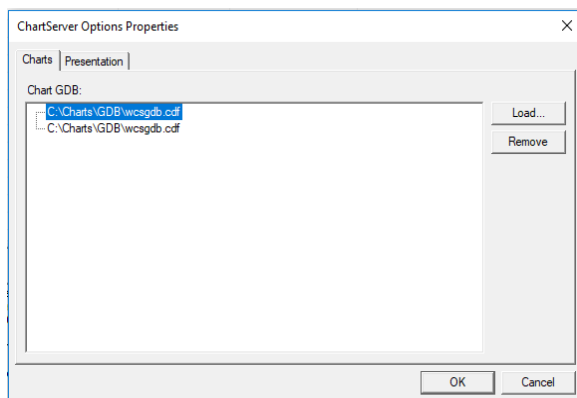

Figura 76: Propiedades de la opción ChartServer
5. Haga clic en el botón LOAD en la pantalla Opciones de ChartServer (Figura 76).